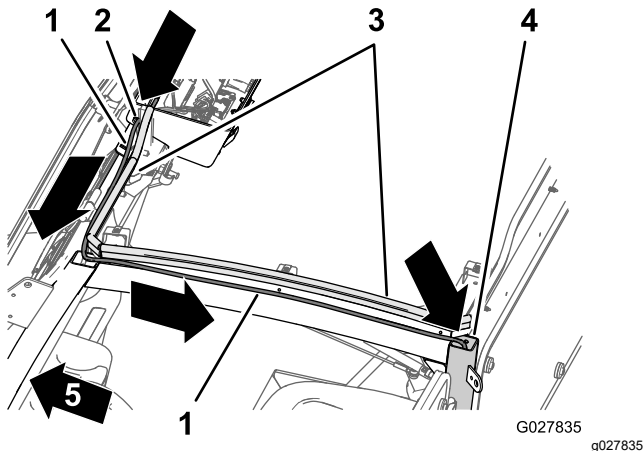

Figure 26
1. Sur la console de pavillon, acheminez le faisceau de la pompe de lave-glace (Figure 26) vers la gauche et le long du flexible que vous avez installé à l'opération Parcours du flexible (page 9).
2. Acheminez le faisceau vers l'arrière, le long du profilé gauche du cadre de la cabine (Figure 26).